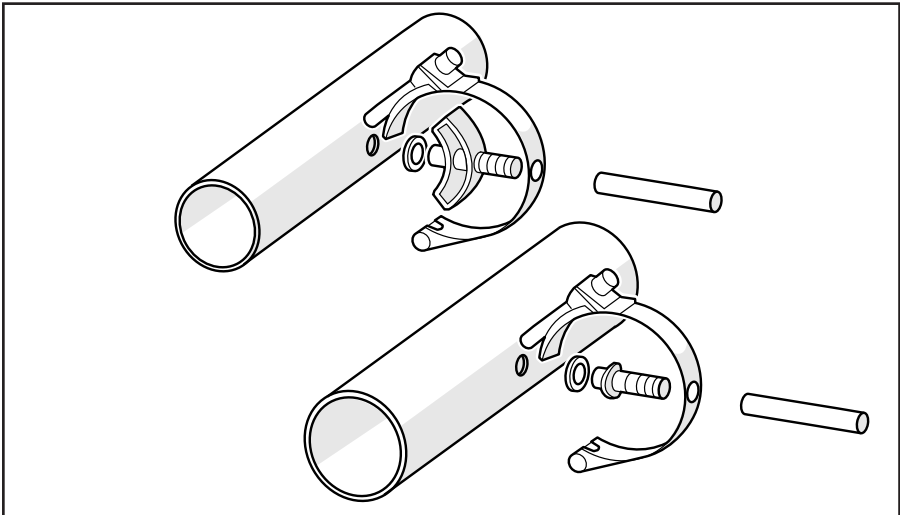

Figura 6. Componentes de conexión
14. Coloque una junta en el lado del tubo de la boquilla correcta y coloque la boquilla a través del orificio en la abrazadera para tubo (Figura 6).
18. Coloque una junta en el lado del tubo de la boquilla correcta y coloque la boquilla a través del orificio en la abrazadera para tubo (Figura 6).